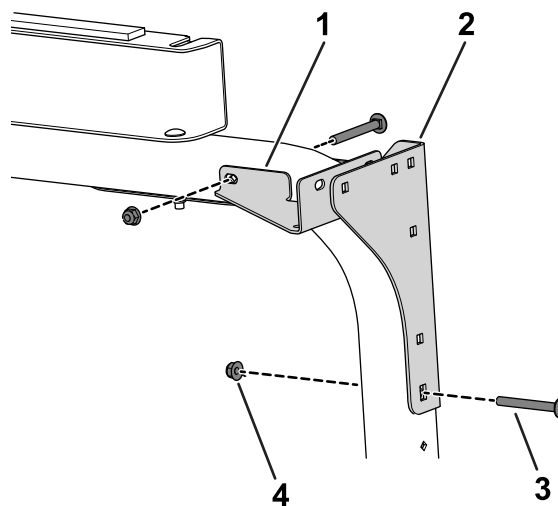

**Рисунок 27**
5. Используйте 2 каретных болта (5/16 x 2-3/4 дюйма) и 2 фланцевые гайки (5/16 дюйма) для крепления задней опоры навеса и задней решетки к защитной дуге (Рисунок 27).